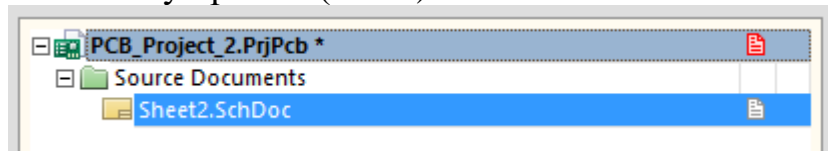

Рис.1. Проект, який містить принципову схему
- 1.1. Створюємо принципову схему. Для цього **File > New > Schematic** та підключаємо її у проект. (Рис.1).